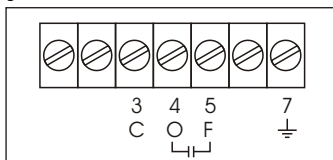

Fig. 6
- Collegare il motore ai morsetti corrispondenti (fig. 6):